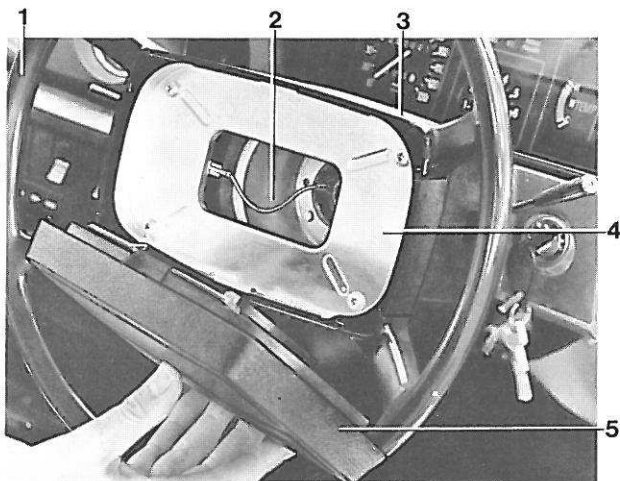

Figure 53. Détail de volant 1973
1. Démontez le rembourrage de sécurité (5, figure 53).